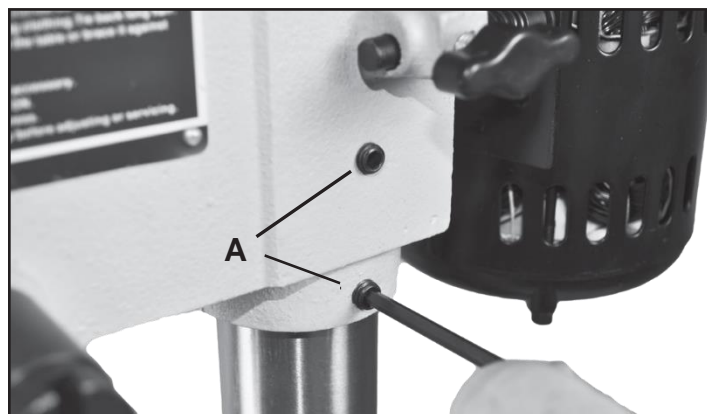

FIG. 4
4. Centrez la tête de la perceuse au-dessus de la table et la base. Serrez la tête en place en vissant les deux vis hexagonales sur le côté de la tête. FIG. 4, A.